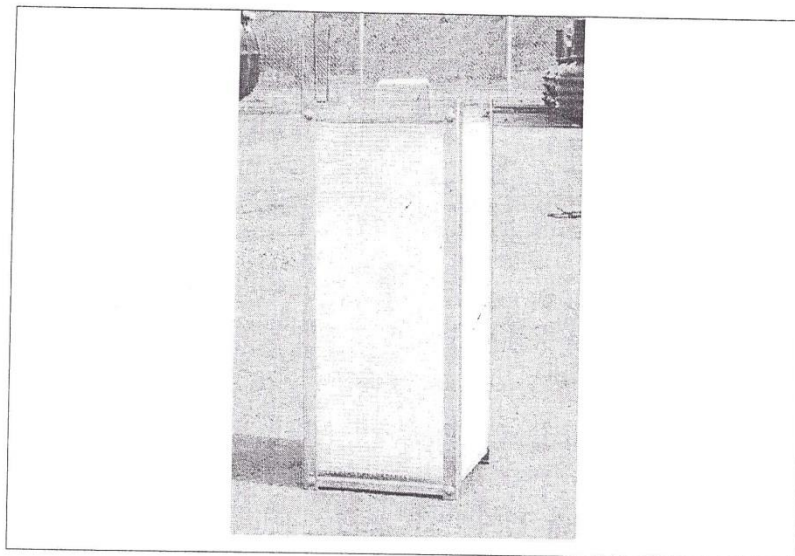

Рис. 2. Коалесцентный модуль бензомаслоотделителя EuroPEK Roo
Размеры крепежной плиты показаны на рис. 2. При необходимости количество бетона можно увеличить. Внимание! Между отделителем и бетонной плитой должен быть не менее чем 200-миллиметровый слой утрамбованного песка.
1. Крепежную анкерную плиту заливают из бетона на дно колодца поверх плотного 30-сантиметрового слоя выровненного песка без камней (рис.2). Поверх крепежной плиты необходимо утрамбовать не менее 20 см песка без камней. Вместо песка можно использовать также просеянный гравий, величина гранул которого составляет 3-20 мм. Установите отделитель горизонтально на слой песка. Для обеспечения устойчивости налейте в отделитель воды до уровня около 20 см. С помощью нерастягивающихся анкерных ремней (8 шт.) прикрепите отделитель к крепежной плите, (см. п.3.1)